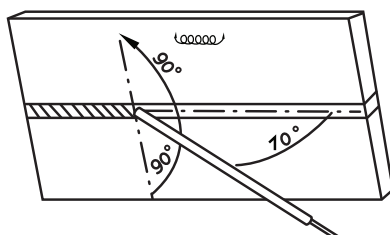

Figura 2
- Incline el electrodo (figura 2).
- Haga el cordón, oscilando el electrodo conforme a la figura 2.